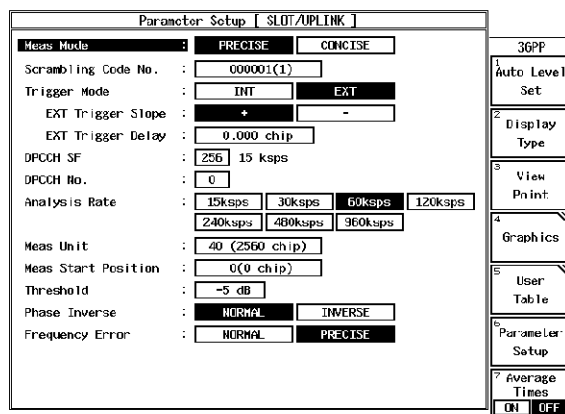

図 6-5 測定パラメータ表示
4. R3267 シリーズを CF:2GHz、RF 入力、UP LINK 測定に設定し、パラメータを図 6-5 のように設定し、**DC CAL**、**AUTO LEVEL** を実行します。